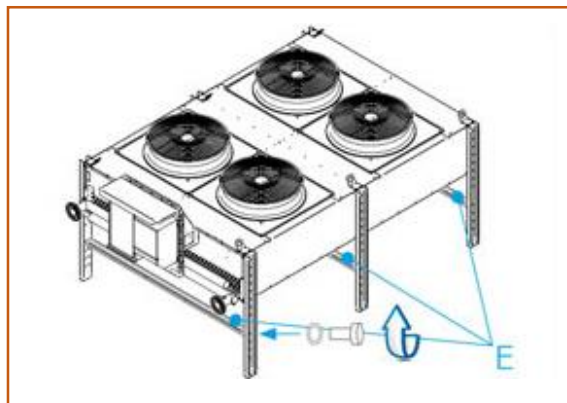

FIG. 07
- Fixer les barres de renfort [E] au moyen des vis et rondelles fournies (FIG. 07)